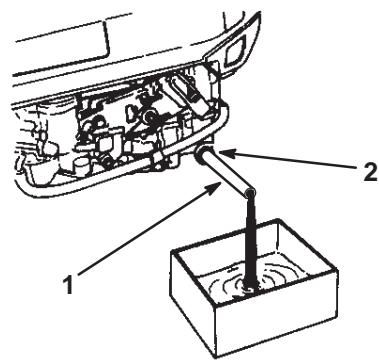

Bild 23
5. Heben Sie die linke Seite des Rasenmähers mindestens 30 cm hoch und öffnen die seitliche Ölverschlusschraube (Bild 23).
6. Schieben Sie das Ölabblassrohr über die Verschluss-schraube und senken den Rasenmäher ab (Bild 23).